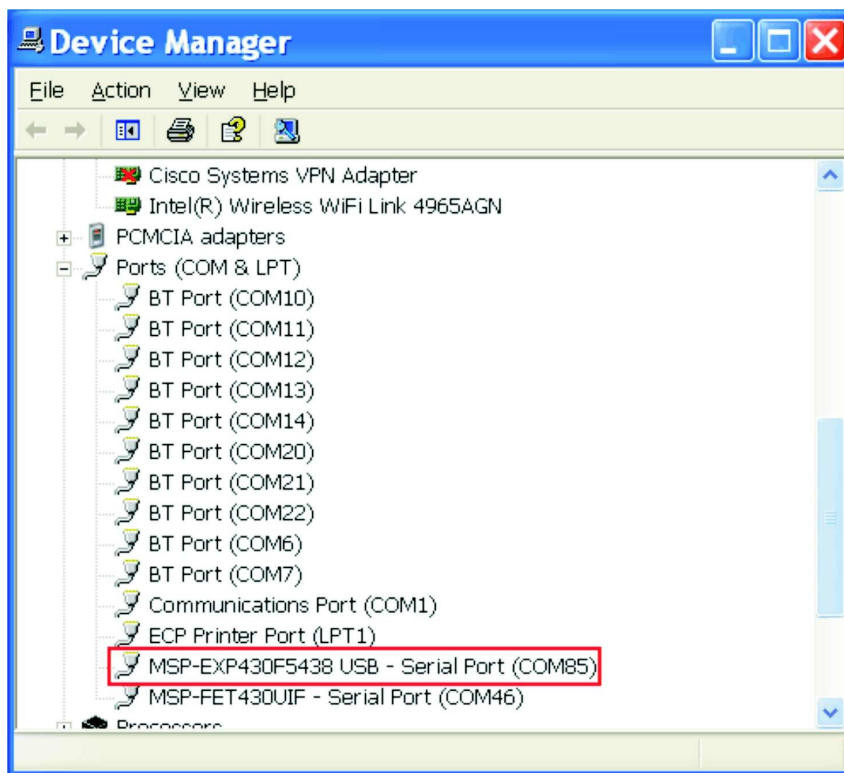

图 2-1. 安装 MSP-EXP430F5438 USB 驱动程序
5. 为了确保 USB 驱动程序安装成功，打开 **Start > Control Panel > System > Hardware > Device Manager** (开始 > 控制面板 > 系统 > 硬件 > 器件管理器) 下的 **Device Manager**。如果安装成功，在 "Ports (COM & LPT)" 下将出现一个标注为 "MSP-EXP430F5438 USB – Serial Port (COMxx)" 的设备 (COM 中的 xx 确定了 COM 端口的编号) (请见图 2-1)。